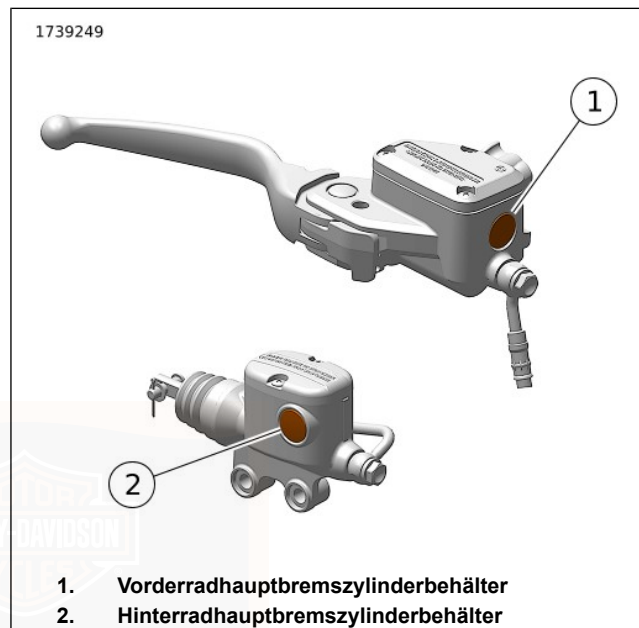

Abbildung 109. Mindestmarkierungen im Schauglas
2. Siehe Abbildung 109. Behälterschauglas prüfen. Der Füllstand muss die Mindestmarkierung auf dem Glas erreichen oder darüber liegen. Wenn der Füllstand unter der Mindestmarkierung liegt oder nicht sichtbar ist, einen Harley-Davidson-Händler aufsuchen.